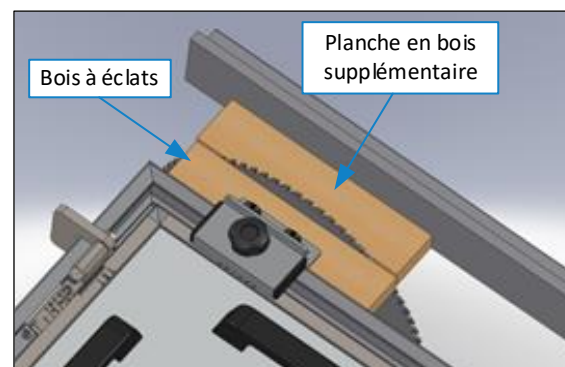

Figure 6 : ajuster DSG-A (3)
6. Pousser avec précaution le guide à onglets avec le bois à éclats jusqu'à la lame de scie (voir ⇒ Figure 6).